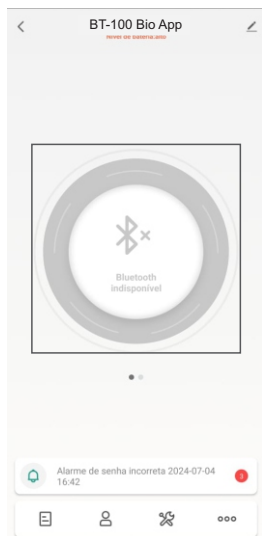
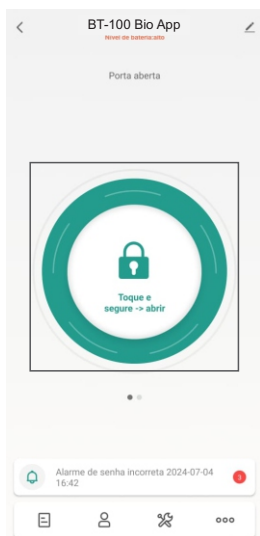

Figura 11
Figura 12
Na tela inicial do aplicativo, você verá a opção **“Bluetooth indisponível”** (figura 11). Clique sobre esse texto e aguarde até que ele seja alterado para o símbolo de um cadeado verde com a descrição **“Toque e segure -> abrir”** (figura 12).
2. Clique sobre esse texto e aguarde até que ele seja alterado para o símbolo de um cadeado verde com a descrição "**Pressione e segure -> abrir**" (figura 12).
3. Pressione e segure sobre a opção "**Pressione e segura -> abrir**" (figura 12) e aguarde até que o cadeado fique aberto e na cor laranja.